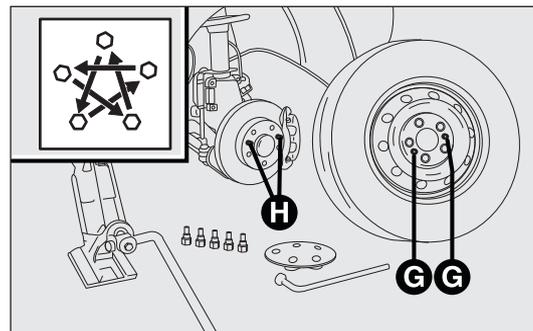

fig. 161
- monte la rueda de repuesto, haciendo coincidir los orificios G-fig 161 con los tornillos H correspondientes. Al montar la rueda de repuesto, compruebe que las superficies de apoyo estén limpias y libres de impurezas que podrían provocar más tarde el aflojamiento de los tornillos;
- apriete a fondo los tornillos, pasando alternativamente de un tornillo al diametralmente opuesto, según el esquema ilustrado en la fig. 161.